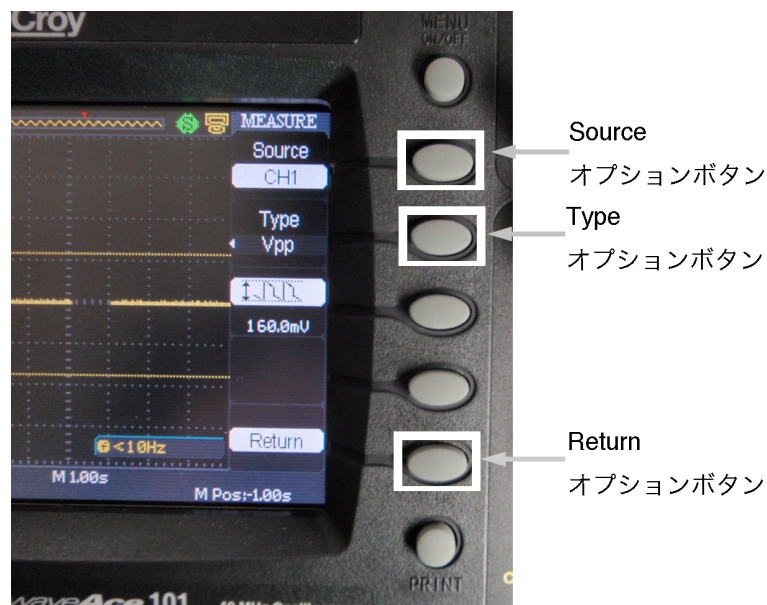

Fig. 3.4: 設定画面
4. 図 3.4 の設定画面が表示され、Cursors と同様に CH1 の波形を測定するので、Source オプションボタンを何回か押し (CH1→CH2→MATH →REFA→REFB), CH1 にする。